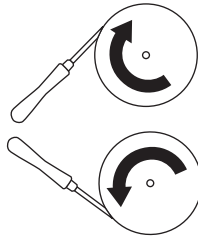

Figure 1
**Mise en garde :** Toujours porter des lunettes de sécurité pendant l'utilisation d'un touret. Comme l'illustre la **figure 1**, l'outil doit pointer **dans le sens de rotation** du disque à polir. Il est recommandé de porter un masque antipoussières au moment du dressage et du polissage sur un disque à polir en feutre.